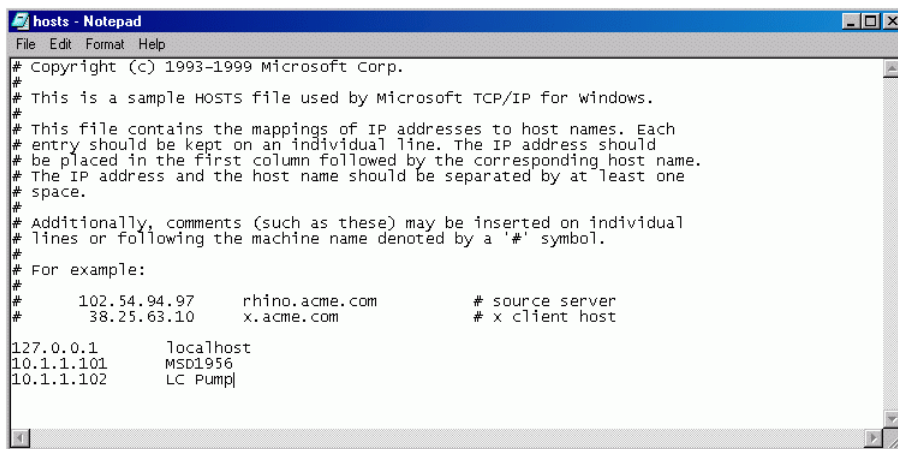

Abbildung 47 HOSTS-Datei bearbeiten
- 2 Geben Sie die IP-Adresse und den Hostnamen für das MSD ein, wie in Abbildung 47 auf Seite 104 beschrieben.